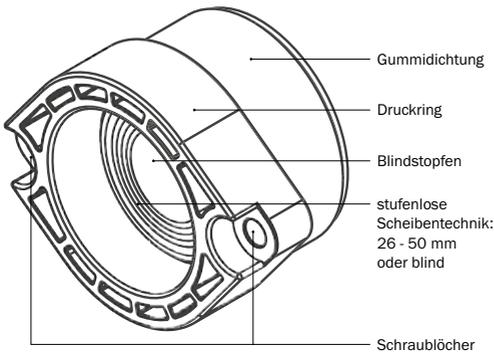

Abbildung 12.2: KRASO® BKP - Dichteinsatz - Strom/Wasser - Scheibentechnik
- Entfernen Sie den Blindstopfen des **KRASO® BKP - Dichteinsatz - Strom/Wasser** - und passen Sie die Gummidichtung anhand der vorgegebenen, stufenlosen Scheibentechnik (26 - 50 mm oder blind) entsprechend dem Rohrleitungsdurchmesser an (s. Abbildung 12.2).